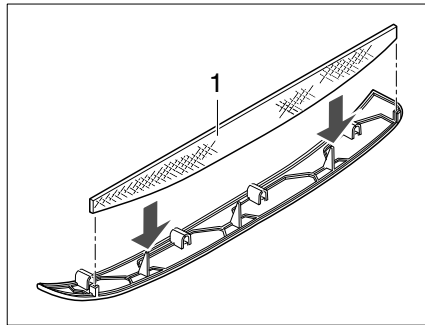
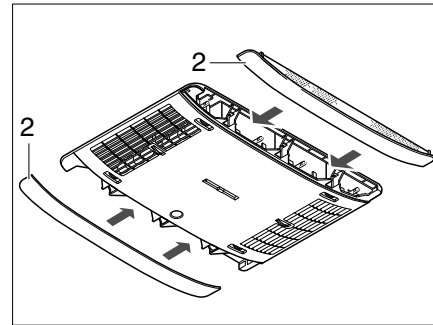

Fig. 383 Filtre à peluches de la climatisation
Fig. 384 Panneaux de la climatisation
Dans les panneaux latéraux (Fig. 384,2) se trouvent deux filtres à peluches. Les filtres à peluches doivent être nettoyés, et si nécessaire remplacés, à intervalles réguliers, au moins cependant tous les 6 mois.
- Enlever le panneau (Fig. 384,2) du distributeur d'air et nettoyer ou, si nécessaire, remplacer le filtre à peluches (Fig. 383,1).